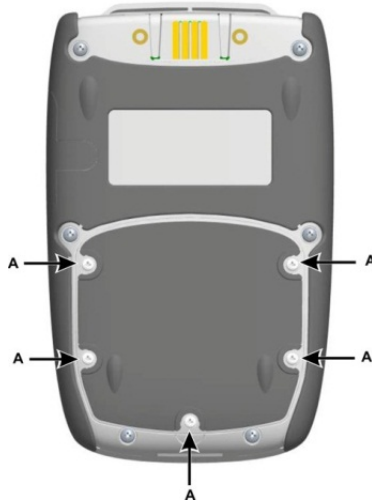

Figura 1-3: Instalación de la batería
1. Retire los cinco tornillos Pozidriv A; consulte la Figura 1-3.